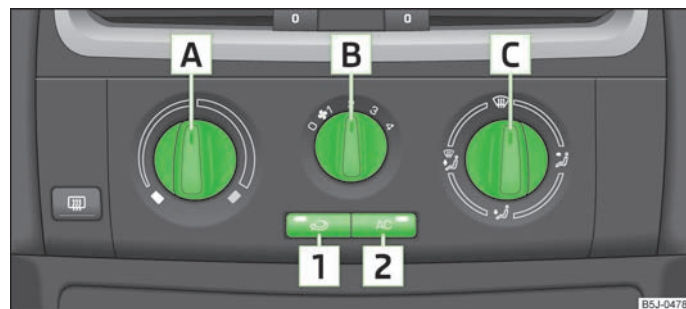

Fig. 76 Climatiseur : organes de commande
Le système de refroidissement ne fonctionne que si la touche **AC** **2** » fig. 76 est enfoncée et les conditions ci-après remplies :
- Faites tourner le sélecteur **A** » fig. 76 vers la droite pour augmenter la température.
- Faites tourner le bouton de commande de soufflante **B** » fig. 76 sur l'une des positions 1 à 4 pour mettre la soufflante en marche.
- Le bouton de régulation de la répartition de l'air **C** » fig. 76 permet de diriger le flux d'air » page 75.
- Appuyez sur la touche **AC** **2** » fig. 76 : le voyant s'allume dans la touche.
- Organes de commande A » fig. 76, B, C et les touches 1 et 2.
➤ Appuyez sur la touche 2 1 » fig. 76 : le voyant s'allume dans la touche.
➤ Appuyez à nouveau sur la touche 2 1 » fig. 76 : le témoin s'éteint dans la touche.
La circulation d'air de recyclage s'arrête automatiquement si l'on met le régulateur de diffusion d'air C » fig. 76 sur la position . Un appui répété sur la touche 2 permet de réactiver le recyclage de l'air intérieur également dans cette position.